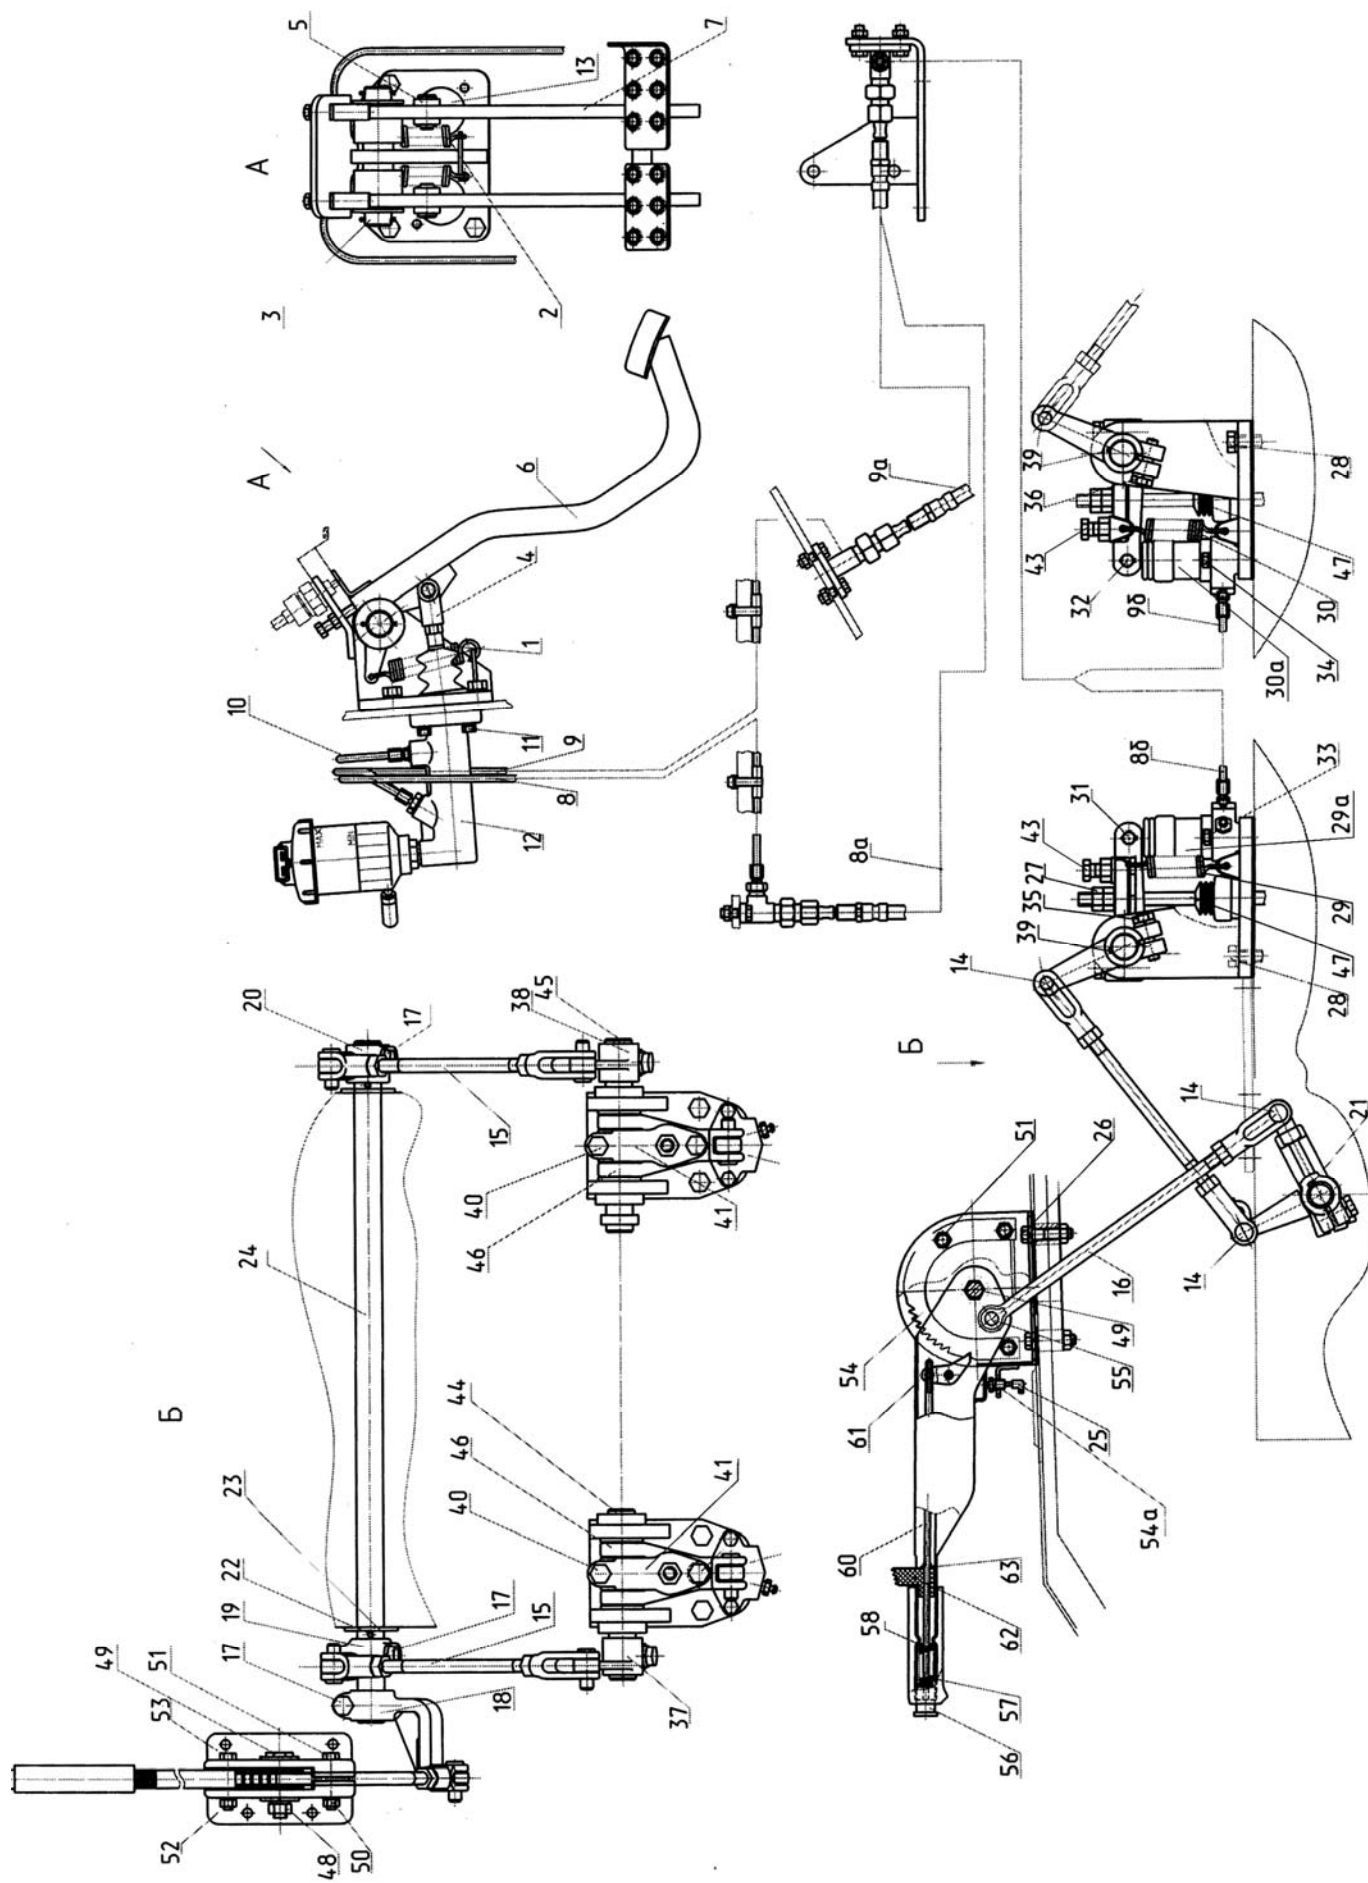

Рис.4.72 Управление тормозами на прямом ходу.
1) слейте тормозную жидкость в чистую емкость, открутив трубопроводы (8б), (9б), (рисунок 4.72), допускается, для полного удаления тормозной жидкости из тормозной системы, многократное нажатие педали тормоза;
3) снимите возвратные пружины (1) и (2), (рисунок 4.72);
4) извлеките шплинты из оси педали (3), (рисунок 4.72), пальцев вилок (4) и (5);
5) извлеките пальцы, и снимите тормозные педали (6) и (7), (рисунок 4.72);
6) снимите трубопроводы (8), (8а), (8б), (9), (9а), (9б), (10), (рисунок 4.72);
7) отверните болты (11), (рисунок 4.72), и снимите главные тормозные цилиндры (12), (13);
8) извлеките шплинты и достаньте пять пальцев (14), (рисунок 4.72), вилок тяг (15), (16);
9) снимите две тяги (15), (рисунок 4.72);
10) отверните три болта (17), (рисунок 4.72), рычагов и снимите рычаги (18), (19), (20) со шпонок;
- 11) извлеките три шпонки (21), (рисунок 4.72);
- 12) снимите шплинты (22), (рисунок 4.72), шайбы (23) и извлеките валик (24);
- 13) отсоедините провод сигнализатора включения стояночного тормоза от штекера (25), (рисунок 4.72);
- 14) отверните четыре болта (26), (рисунок 4.72), и снимите механизм вытяжной в сборе;
- 15) снимите гайки (27), (рисунок 4.72), тяг управления тормозами;
- 17) отверните болты (28), (рисунок 4.72), и снимите механизмы приводов левого и правого тормозов;
- 18) снимите пружины (29), (30), (рисунок 4.72), рабочих цилиндров (29а) и (30а);
- 19) расшплинтуйте пальцы (31), (32), (рисунок 4.72), рабочих цилиндров и извлеките их;
- 20) выверните болты крепления (33), (34), (рисунок 4.72), рабочих цилиндров и снимите цилиндры;
- 21) отверните болты (35), (36), (рисунок 4.72), рычагов (37), (38);
- 22) снимите рычаги (37), (38), (рисунок 4.72), со шпонок;
- 23) извлеките сегментные шпонки (39), (рисунок 4.72);
- 24) отверните болты (40), (рисунок 4.72), рычагов (41), и извлеките две круглые шпонки;
- 25) выверните регулировочные болты (43), (рисунок 4.72), из рычагов (41);
- 26) выбейте валики (44), (45), (рисунок 4.72), и снимите рычаги (41), (46);
- 27) снимите резиновые чехлы (47), (рисунок 4.72);
- 28) отверните гайку (48), (рисунок 4.72), оси (49) и три гайки (50);
- 29) извлеките ось (49), (рисунок 4.72), и болты (51);
- 30) снимите левый и правый кронштейны (52) и (53), (рисунок 4.72) в месте с шестью распорными втулками, и сектор (54);
- 32) снимите включатель (54а), (рисунок 4.72), лампы-сигнализатора стояночного тормоза;
- 33) извлеките палец (55), (рисунок 4.72), и тягу (16);